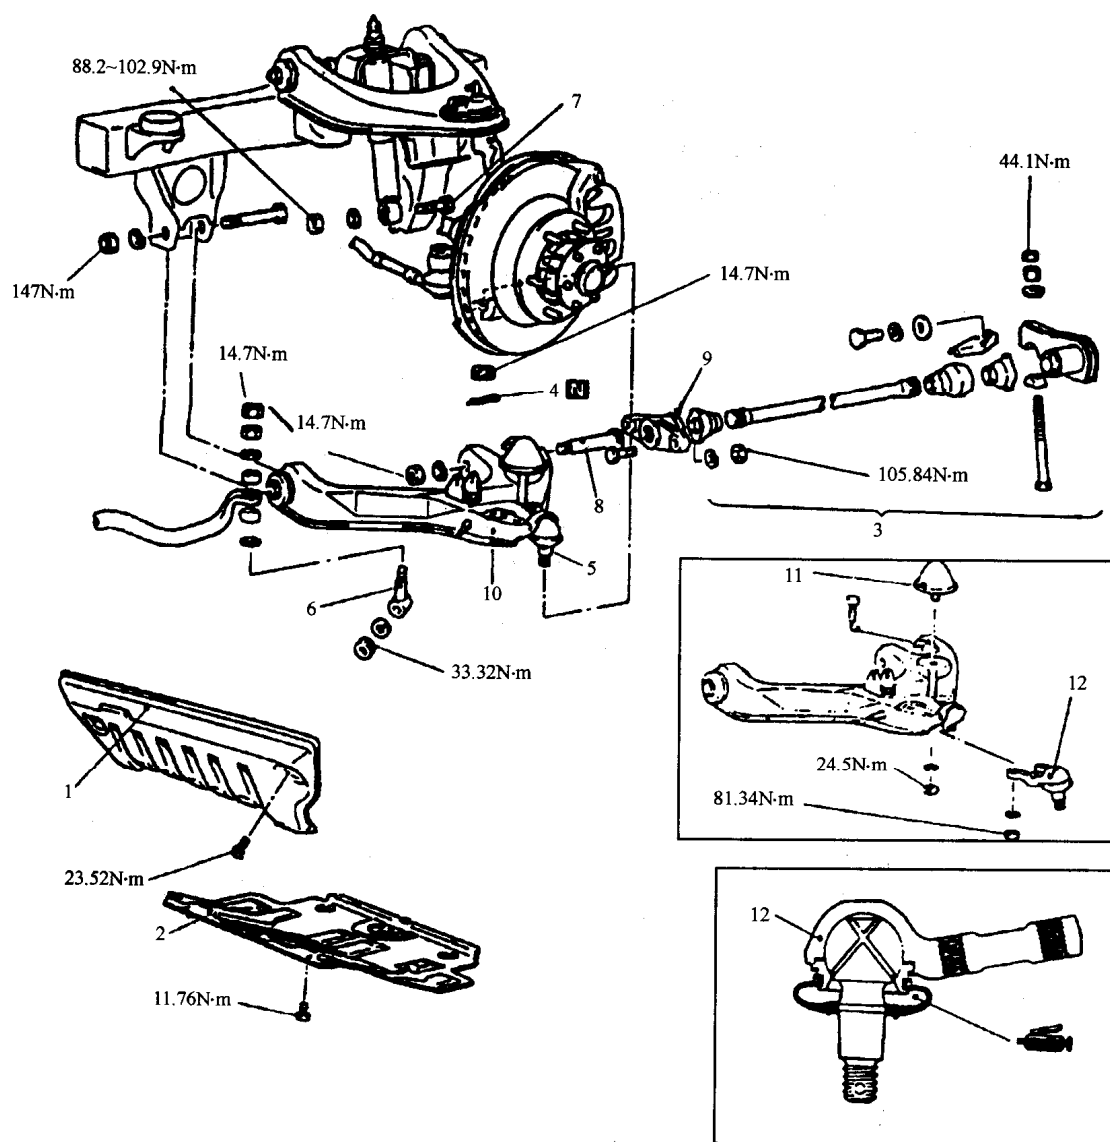
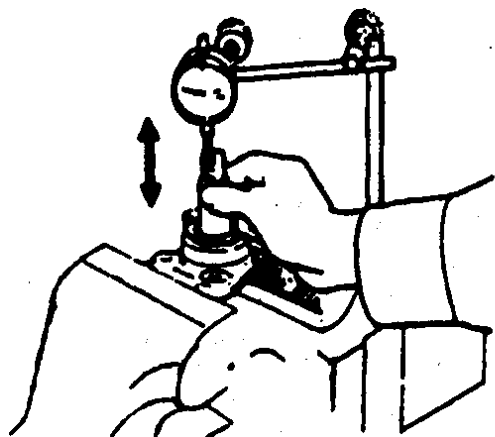

图7-30下横臂的拆卸
图7-31测量下球状接头轴向游隙
(2) 下横臂的拆卸见图7-30。其中下球状接头的拆卸与上球状接头拆卸相同。当下球状接头从转向臂上拆下后，用千分表测量下球状接头轴向游隙见图7-31，其极限值为0.3 mm。若轴向游隙超过极限，应更换。